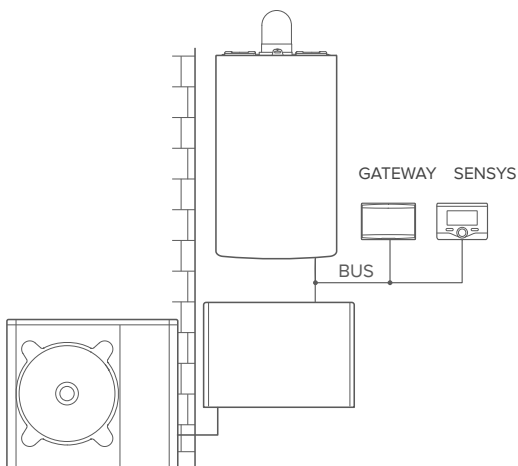

рис.8
Необходимые действия (рис. 8):
2. Плотно прижмите кронштейн по бокам для надёжной фиксации (рис. 8).